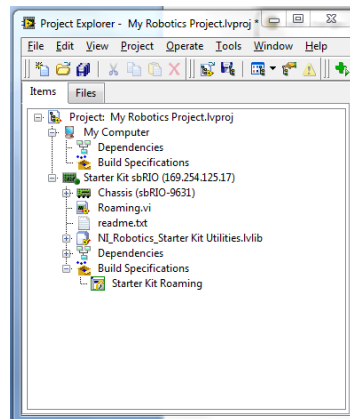

Fig. 17 Project Explorer
13. En la pantalla aparecerá la ventana que se llama Project Explorer- My Robotics Project. Ivproj (Fig. 17) donde podrá observar los archivos de programación de cada una de las partes del Proyecto y el dispositivo que está utilizándose como controlador. Ahora haga doble click sobre Roaming.vi